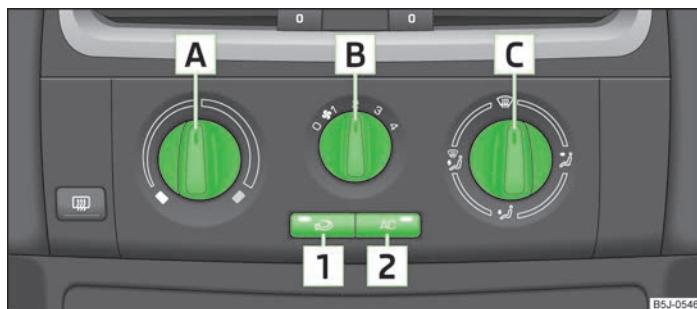

Fig. 79 Sistema de aire acondicionado: Elementos de mando
El sistema de refrigeración funciona sólo si se pulsa la tecla **(AC) [2]** » fig. 79 de la página 74 y se cumplen las siguientes condiciones:
- Girar el regulador giratorio **[A]** » fig. 79 hacia la derecha para elevar la temperatura.
- Girar el conmutador del ventilador **[B]** » fig. 79 a una de las posiciones, 1 a 4, para conectar el ventilador.
- Pulsar la tecla **(☹) [1]** para cerrar la entrada de aire fresco » fig. 79.
- Con el regulador de distribución de aire **[C]** » fig. 79, se regula el sentido de salida del aire » página 72.
- Pulsar la tecla **(AC) [2]** » fig. 79, en la tecla se encenderá el testigo.
- Elementos de mando **A** » fig. 79 de la página 74, **B**, **C** y las teclas **1** y **2**.
- Pulsar la tecla **1** » fig. 79 de la página 74, en la tecla se encenderá el testigo.
- Pulsar de nuevo la tecla **1** » fig. 79 de la página 74 - se apagará el testigo de control en la tecla.
Si el regulador distribuidor de aire **C** » fig. 79 de la página 74 se encuentra en la posición , el servicio de aire circulante se desconectará automáticamente. Pulsando repetidamente la tecla , se puede volver a conectar el servicio de aire de circulación también en esta posición.